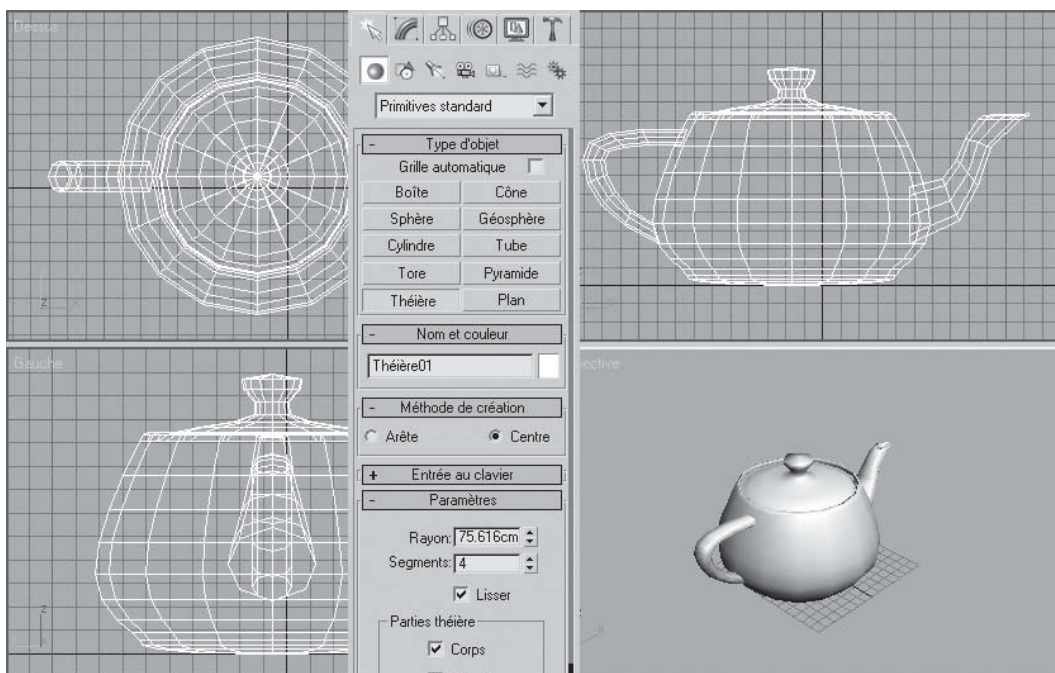

Fig.2.53
- 4 Relâchez le bouton de la souris pour confirmer le rayon et créer la théière (fig.2.53).